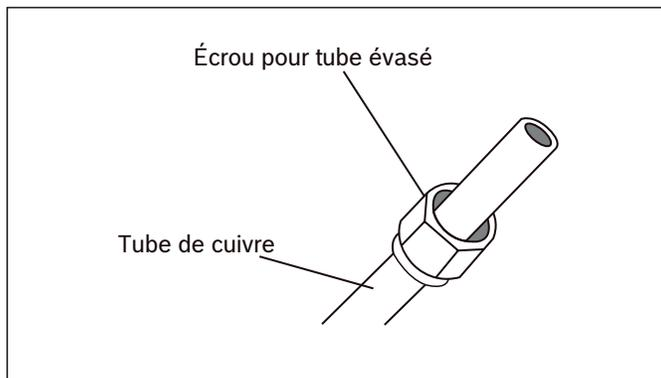

Figure 28
3. Placez les écrous pour tubes évasés aux deux extrémités du tube. Assurez-vous qu'ils soient dans la bonne position, car il est impossible de les utiliser ou de changer leur position après que le travail d'évaseement sera terminé. Voir la figure 28.